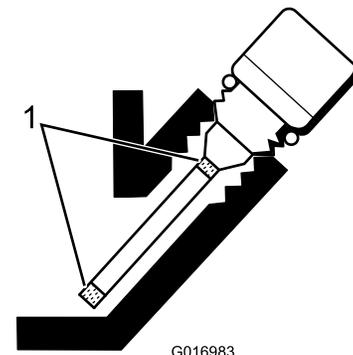

Figura 23
5. Se o nível estiver baixo, adicione apenas o óleo suficiente para aumentar o nível até se encontrar entre as marcas no medidor (Figura 23).